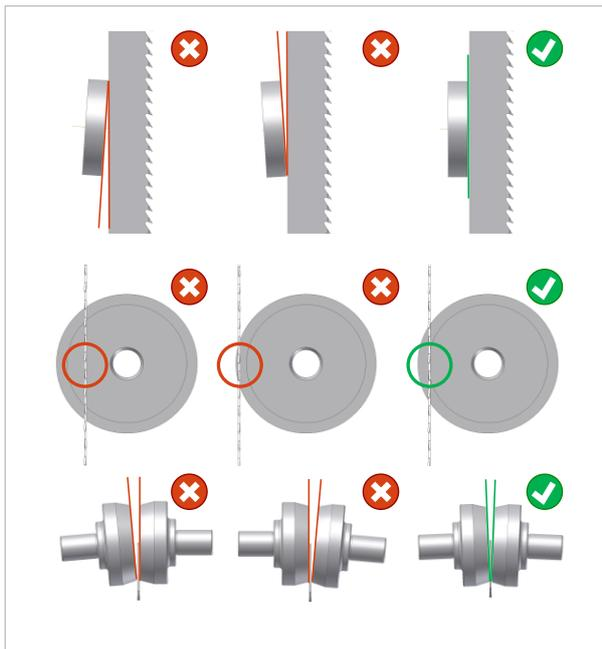

Abbildung 31: Grundeinstellung der Rücken- und Seitenrollen
- Seitenrollen so einstellen, dass sie das Sägeblatt nur leicht berühren (siehe ⇒ Abbildung 31). Bitte Acht geben, dass hierbei das Sägeblatt nicht seitlich weggedrückt wird!
- Die ⇒ Abbildung 31 zeigt ganz rechts die optimale Einstellung der Rücken- und Seitenrollen und links bzw. mittig, welche Einstellungen falsch sind und vermieden werden müssen.
- Die Rückenrolle muss parallel zum Sägeblatttrücken (senkrecht) stehen (⇒ Abbildung 31 oben rechts).
- Das Sägeblatt muss genau vor der Innenkante der Rückenrollen laufen (⇒ Abbildung 31 Mitte rechts).
- Die Öffnungswinkel zwischen den Seitenrollen und dem Sägeblatt müssen auf beiden Seiten des Blattes gleich groß sein (⇒ Abbildung 31 unten rechts).
Falsche Grundeinstellung der Führung.	→ Grundeinstellung (⇒ Abbildung 31) überprüfen und ggf. neu einstellen (siehe ⇒ 10.7.2 bzw. ⇒ 14.1.2).
Sägeblatt läuft zu weit innen auf der Rückenrolle.	→ Grundeinstellung (⇒ Abbildung 31) überprüfen und ggf. neu einstellen (siehe ⇒ 10.7.2 bzw. ⇒ 14.1.2).